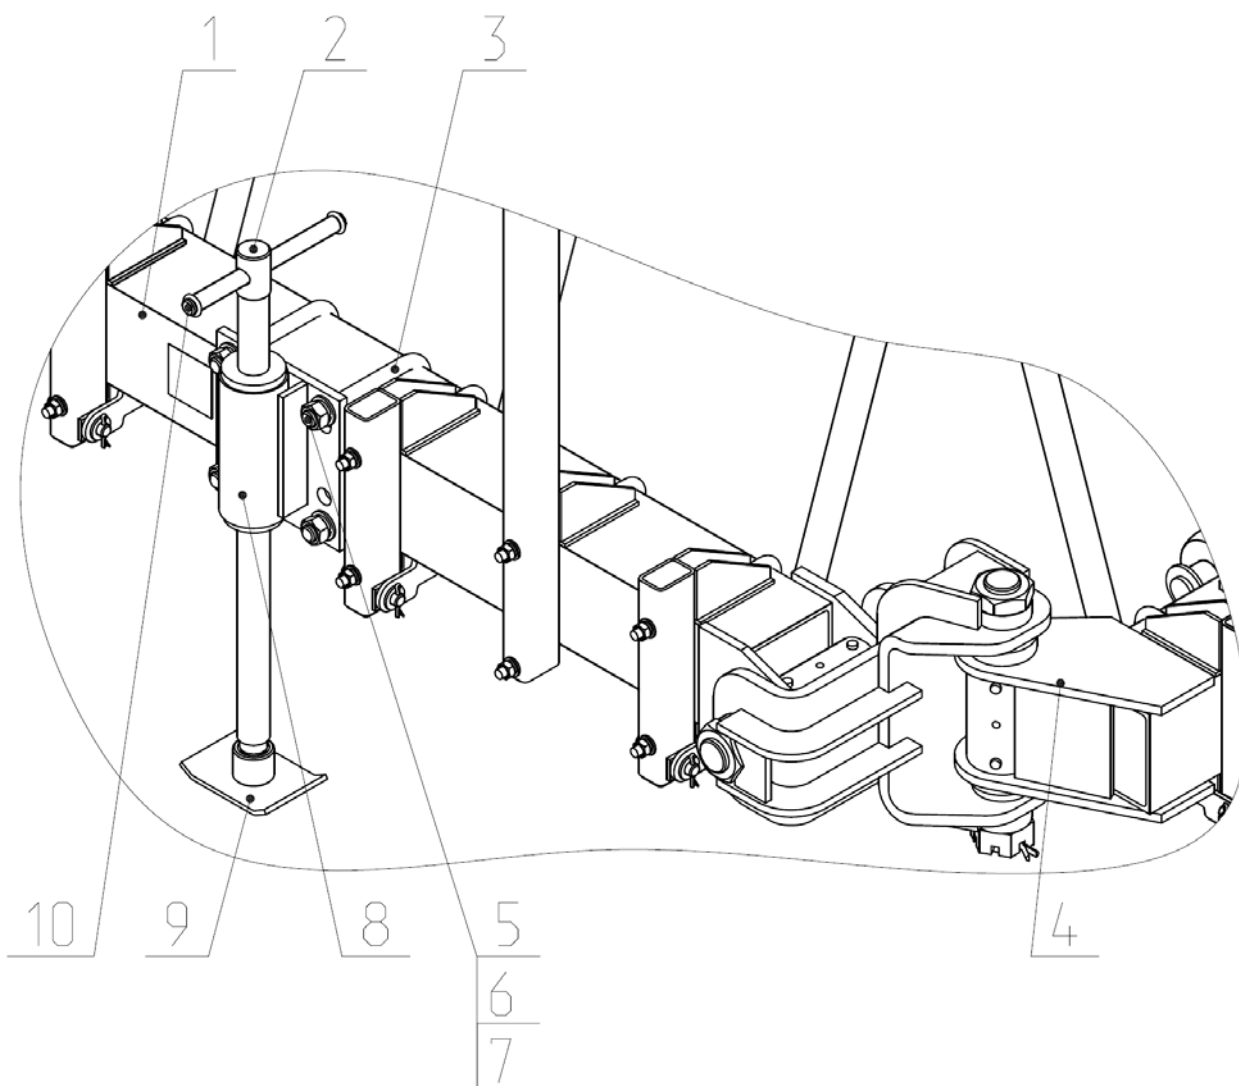

Рис.6 Опора стояночная.
2.1.6 Стояночная опора (рис.6) служит для обеспечения устойчивого положения бороны в отцепленном (транспортном) положении, а также для регулирования положения снорки по высоте. Опора состоит из стакана 8, винта 2, пяты 9, ручки 10. Закрепляется опора на трубе боковой балки 1 скобами 3. гайками 5 и шайбами 6, 7. Регулирование положение снорки по высоте производят путем прокручивания винта 2 в стакане 8.
-отсоединять борону в транспортном положении от трактора без установленной стояночной опоры на боковой балке согласно рис.6. Все работы, связанные с ремонтом и техническим обслуживанием, производить на отцепленном или опущенном орудии, при заглушенном двигателе трактора.